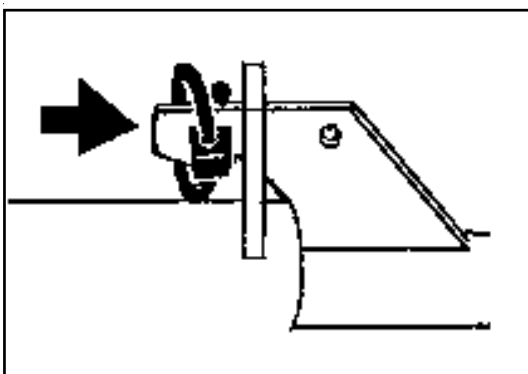

Bild 3-7
- Zinkenarme aufstecken und arretieren (Bild 3-7)